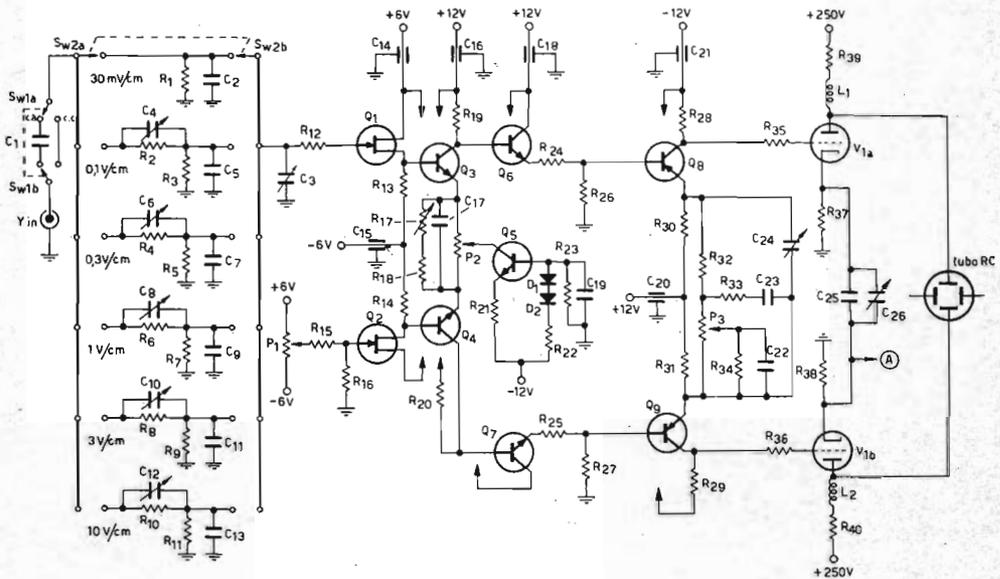

figura 2
(A) è l'attenuatore di ingresso; (1a) è il FET di ingresso che lavora come source follower (Q_1); (1b) è un circuito identico impiegato per simmetrizzare lo stadio ed è, nello schema di figura 2, il transistor Q_2 . Entrambi servono a riportare su bassa impedenza la V_Y (segnale di ingresso) e la V_R (segnale di riferimento che è fornito dal comando « posizione Y »).